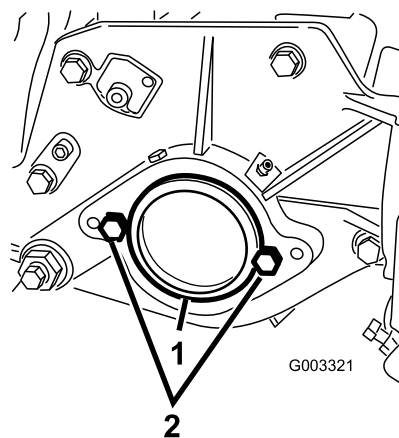

Figura 13
- En el extremo derecho de la unidad de corte, retire el tapón de plástico del alojamiento del cojinete (Figura 13).
- Retire los 2 tornillos de caperuza de la chapa lateral derecha (Figura 13).
- Tornillo de caperuza (2)
- Instale provisionalmente los 2 tornillos de caperuza de montaje del motor del molinete a la chapa lateral izquierda de la unidad de corte (Figura 13).